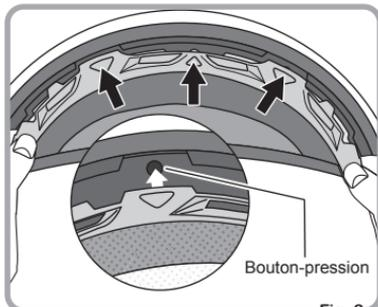

Fig. 2
- ② Insérez les 3 boutons-pression sur le front comme montré sur la Fig.2.